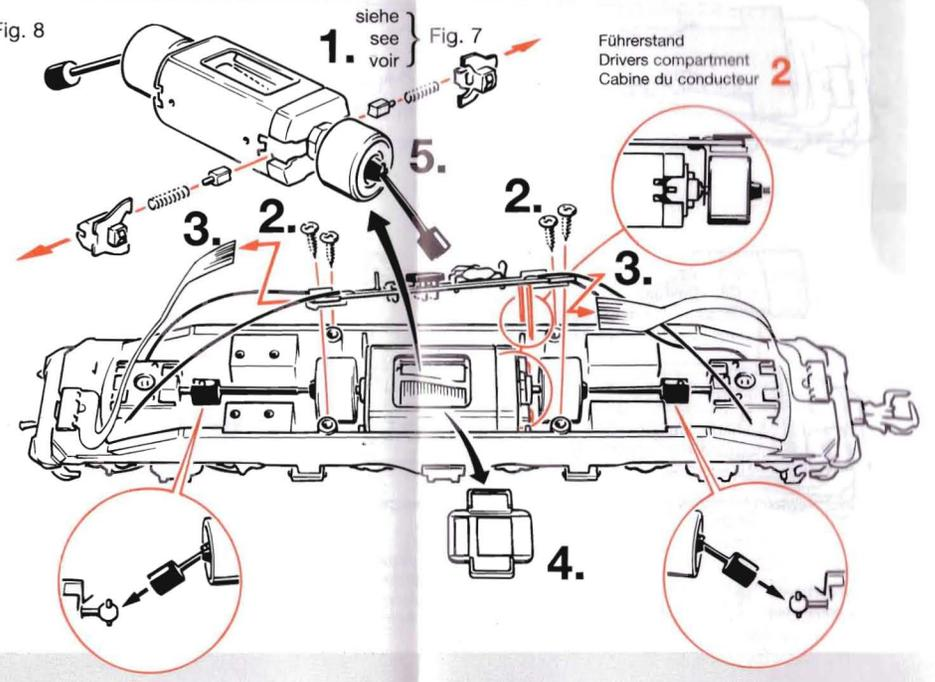

Fig. 9
empfehlen den **ROCO-Öler** Art. Nr. **10906**. Zur Schmierung der Getriebeteile (Zahnräder, Schnecke Fig. 9) empfehlen wir das **ROCO-Spezialfett 10905**. Im Falle der Schmierung diese Teile bitte nicht ölen.
4. Haftreifenwechsel: Zuerst den Getriebedeckel abnehmen (Fig. 9). Danach den **Radsatz** herausnehmen und den **Haftreifen** mit einer Nadel oder mit einem feinen Schraubendreher abziehen. Beim Aufziehen des neuen Haftreifens bitte darauf achten, daß dieser sich **nicht verdreht**. ↳ **Zusammenbau**
2. Lubrication: Apply **tiny oil drops** to spots marked in fig. 7. Prior to lubrication dismantle locomotive (fig. 3). We recommend using item no **10906**, **Roco oiler**. For lubrication the gear-parts (e.g. cogwheels, worm - fig. 9) we would recommend our **Roco special grease** (item No. **10905**). **Attention:** Please do not oil these parts when using our grease. ↳ **Assembly**
4. Change of traction tyre: Remove **gear cover** (fig. 9) Take out **wheel set** and remove **traction tyre** using a pin or a fine screwdriver. When pressing on the new traction tyre please **avoid twisting** it. ↳ **Assembly**
2. Graissage: N'appliquez qu'une **très petite goutte** aux endroits indiqués par le plan de graissage (fig. 7) après avoir démonté la caisse de votre locomotive (fig. 3). Nous vous recommandons le **graisseur à huile ROCO réf. 10906**. Pour graisser les engrenages (roues dentées, vis sans fin - fig. 9) nous vous conseillons la **graisse spéciale Roco ref. 10905** pour engrenages en matières synthétiques. Lorsque vous utilisez cette graisse il faut éviter d'huiler ces composants. ↳ **L'assemblage**
4. Échange des bandages d'adhérence: Démontez d'abord le couvercle du carter des engrenages (fig. 9). Délogez ensuite les essieux bandagés et enlevez, à l'aide d'une aiguille ou d'un tourne-vis fin les bandages d'adhérence. Lors du montage des nouveaux bandages veuillez veiller à ce que les bandages **ne soient pas tordus**. ↳ **L'assemblage**